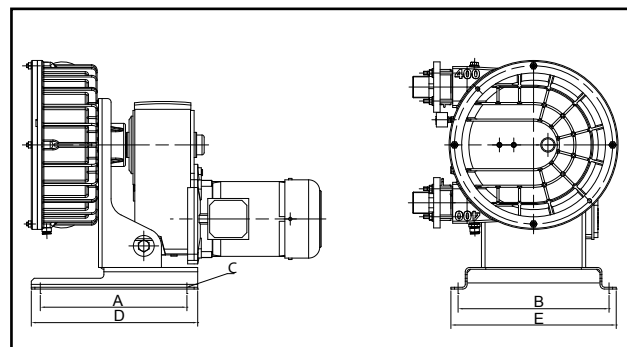

Fig. 9 Dimensiones principales
3.3 Colocación y conexión ^{Fig. 9} Bastidor especial
El grupo de la bomba debe colocarse sobre una base horizontal con suficiente capacidad de carga para soportar el peso de la bomba y fijarse a la base. Véase plano de cimentación, Fig. 9.